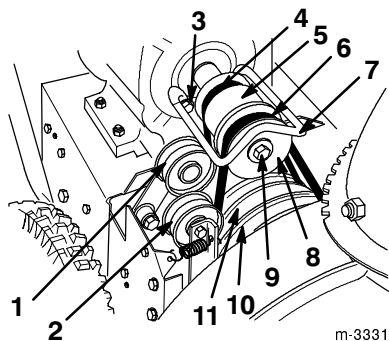

Figure 31
Si la courroie de traction (Fig. 31) est usée, imbibée d'huile ou endommagée de quelque autre manière, remplacez-la par une courroie neuve en vente chez votre concessionnaire Toro agréé.
5. Retirez les 2 vis, rondelles et rondelles-frein de fixation du guide-courroie (Fig. 31).
6. Retirez la vis du vilebrequin du moteur avec sa rondelle et sa rondelle-frein (Fig. 31).
7. Détachez et déposez la poulie à gorge du moteur (Fig. 31).
9. Déposez la poulie du moteur (Fig. 31).
10. Retirez la courroie de traction hors de la poulie de traction et du vilebrequin du moteur (Fig. 31).
11. Tirez la poulie folle de traction vers l'extérieur et mettez en place la nouvelle courroie de traction (Fig. 31).
13. Tirez la poulie folle vers l'extérieur et passez la courroie d'entraînement de tarière/roue hélice devant la poulie du moteur, en veillant à la faire passer du côté intérieur de la poulie folle (Fig. 31).
Si la courroie d'entraînement de tarière/roue hélice (Fig. 31) est usée, imbibée d'huile ou endommagée de quelque autre manière, remplacez-la par une courroie neuve.
8. Déposez la courroie d'entraînement de tarière/roue hélice (Fig. 31).
9. Tirez la poulie folle vers l'extérieur et passez la courroie neuve autour de la grande poulie de tarière/roue hélice (Fig. 31).
10. Passez la courroie devant la poulie du moteur, en veillant à la faire passer du côté intérieur de la poulie folle (Fig. 31).